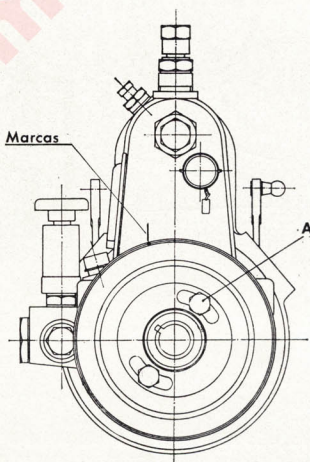

Fig. 65.—Puesta en fase de la bomba de inyección
3. En este punto la señal marcada en el borde del variador de avance debe de encontrarse alineada con la marca situada en la cara frontal de la bomba de inyección (fig. 65).